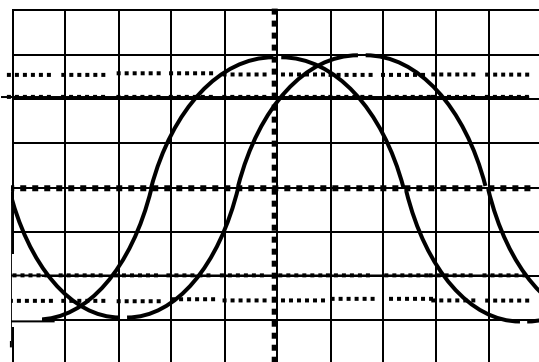

Рисунок 2.11 – Измерение разности фаз
- определите расстояние между сигналами в делениях (рисунок 2.11).